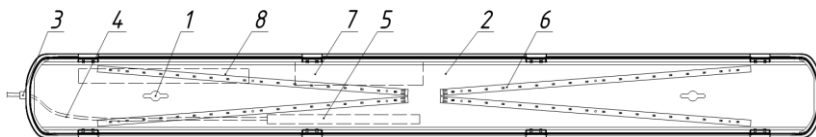

Рисунок 2 — Конструкция светильника Geniled ЛСП.
### 3.3. Светильник Geniled ЛСП состоит из основных частей (см. рисунок 2):
- 5.5. Снимите стальную пластину. Для этого переведите поворотные держатели 1 в необходимое положение (Рисунок 2, п.1).
- 5.7. Проведите кабель питания через герметичный уплотнитель (Рисунок 2, п.3) внутрь корпуса и подключите к клеммной колодке светильника: